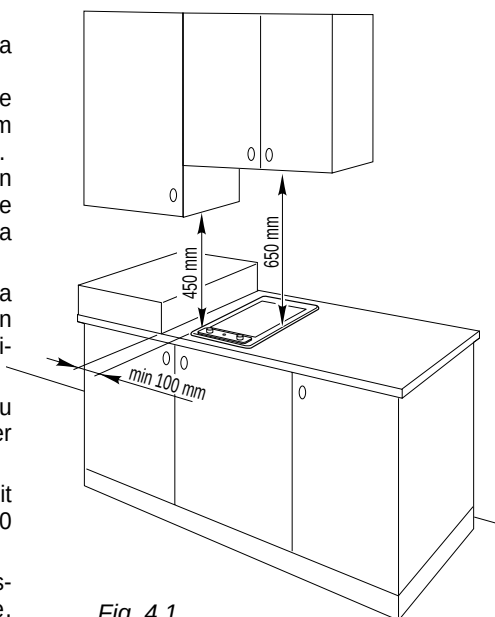

Fig. 4.1
- S'il se trouve au dessus de la table de cuisson un meuble suspendu ou une hotte, maintenir entre la table et le meuble ou la hotte une distance minimale de 650 mm (fig. 4.1).